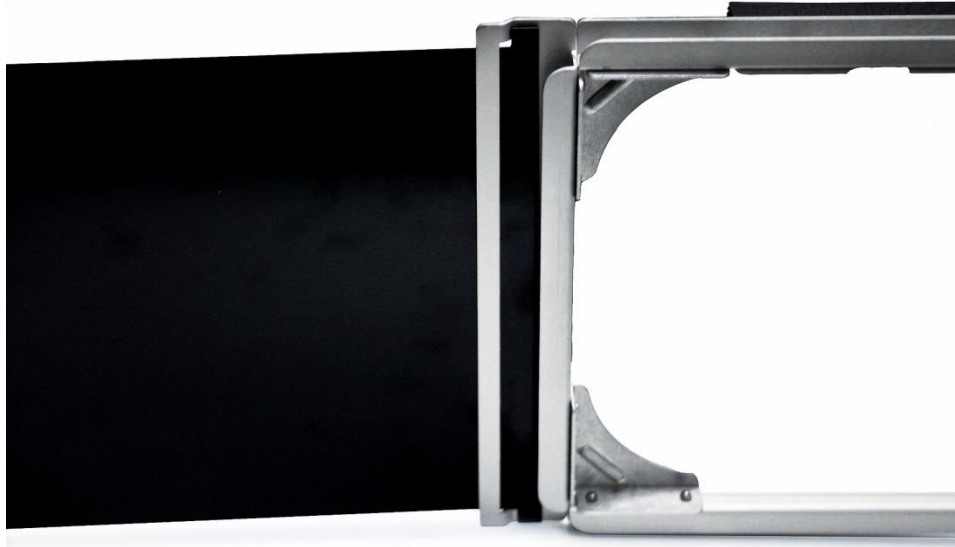

Abbildung 26: Befestigen der Stoffhaube und der Stützstangen am Rahmen und Sockel
3. Setzen Sie die Platten von der Seite des Rahmens in die Schlitz ein, wo die Stoffhaube an der U-Rille des Rahmens befestigt ist (siehe Abbildung 26). Verwenden Sie eine Plattenlänge, die zur Breite der jeweiligen Werkbank passt.